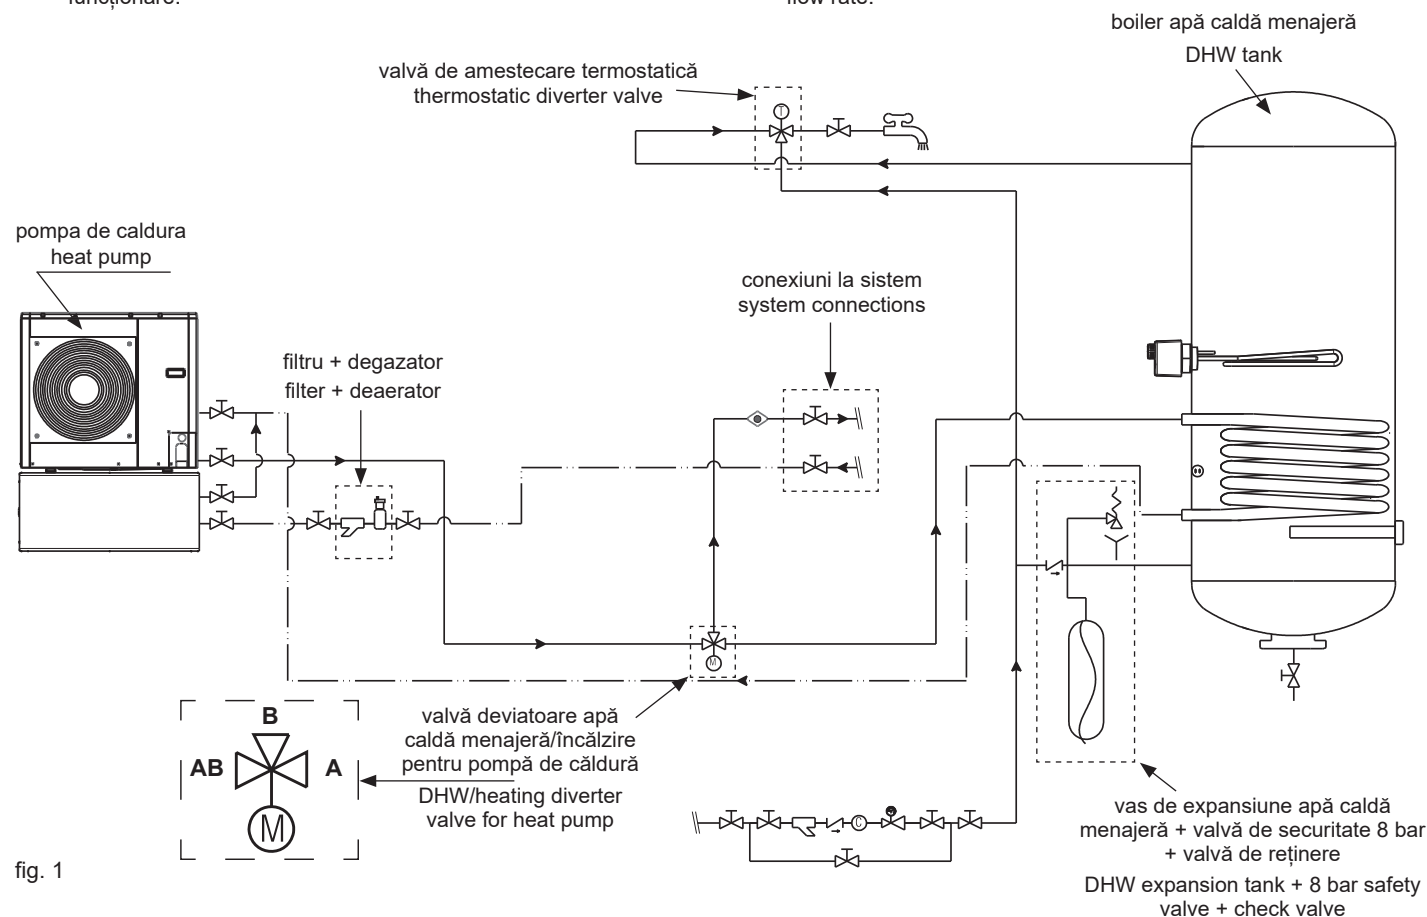

fig. 1
- Poziționați valva de deviere așa cum este indicat în diagrama hidraulică (fig. 1).
- Position the diverter valve as indicated in the hydraulic diagram (fig. 1).